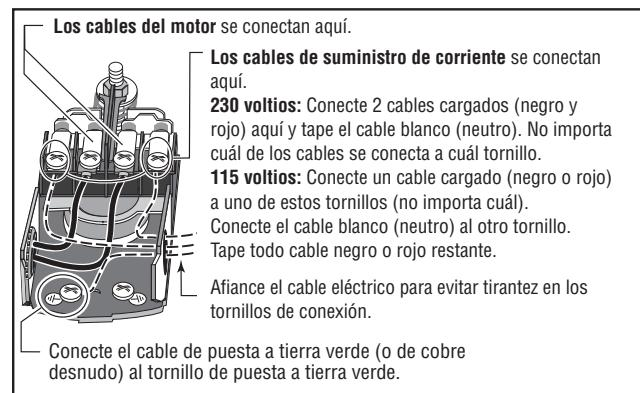

Figura 8: Cableado del manóstato
- Conecte el hilo de puesta a tierra primero según se ilustra en la Figura 8. El hilo de puesta a tierra debe ser un hilo de cobre macizo por lo menos del mismo tamaño que los hilos de suministro de corriente eléctrica.
- Conecte los hilos de suministro de corriente al manóstato según se ilustra en la Figura 8, en la página 27.